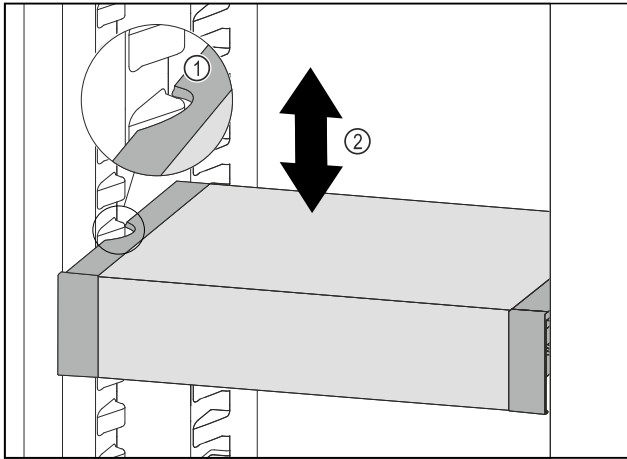

Fig. 92
- VarioSafe nach vorne ziehen, bis sich die seitlichen Aussparungen des VarioSafes auf Höhe der Behälterrippe im Kühlteil befinden. Fig. 92 (1)
- VarioSafe im Kühlteil nach oben oder unten bewegen, bis gewünschte Höhe erreicht ist. Fig. 92 (2)